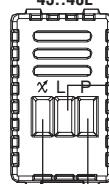

FIG. 2
- Installation du régulateur d'éclairage associé aux pousoirs NO: commande et régulation lumière moyennant le poussoir incorporé ou les normaux pousoirs reliés en parallèle (figure 2, 2A et 2B)